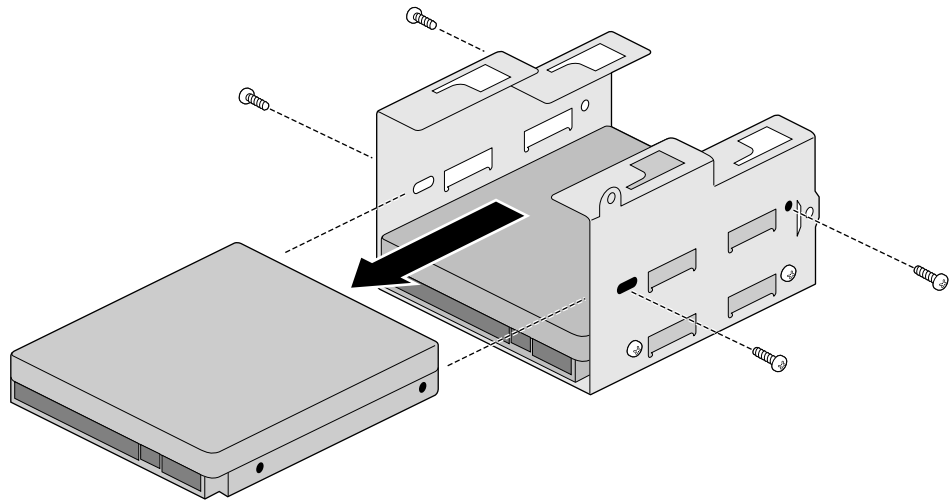

Figura 4-17 Rimozione di un disco rigido dal supporto
6. Rimuovere le quattro viti che fissano il disco al supporto ed estrarre l'unità, come illustrato nella Figura 4-17.